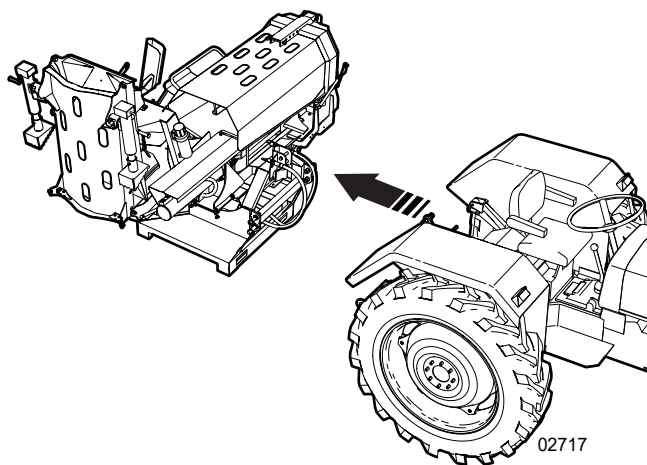

Figure 45 – Aligner le tracteur avec l'équipement
1. Alignez l'arrière du tracteur avec l'équipement. Consultez *Figure 45*.